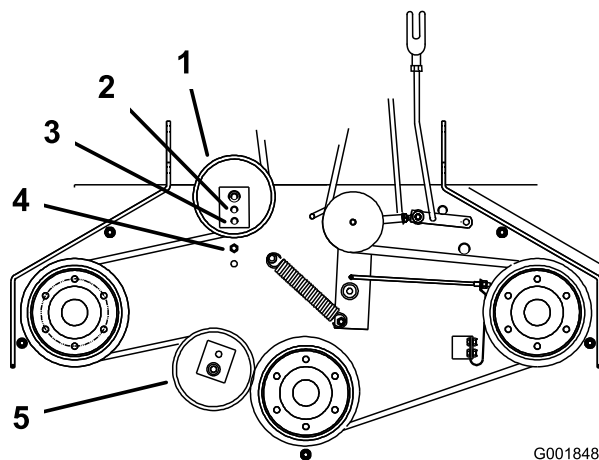

Figure 39
6. S'il n'est plus possible de régler le tendeur et que la courroie est encore détendue, il faut alors repositionner la poulie de tension arrière dans le trou central ou avant (Figure 39). Utilisez le trou qui donnera le réglage correct.
7. Lorsque la poulie de tension est déplacée, le guide de courroie doit l'être également. Placez le guide de courroie à la position avant (Figure 39).